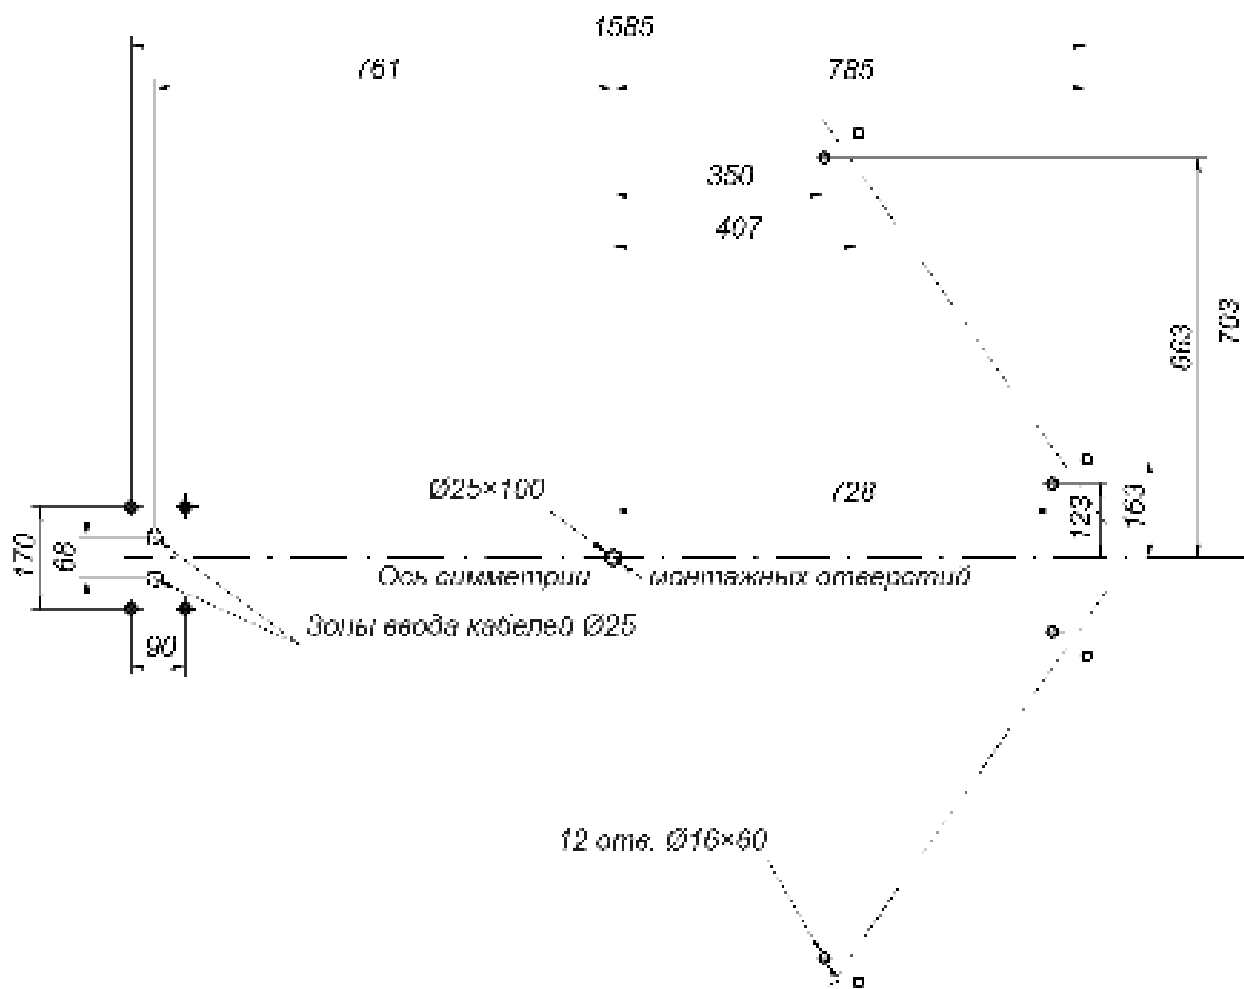
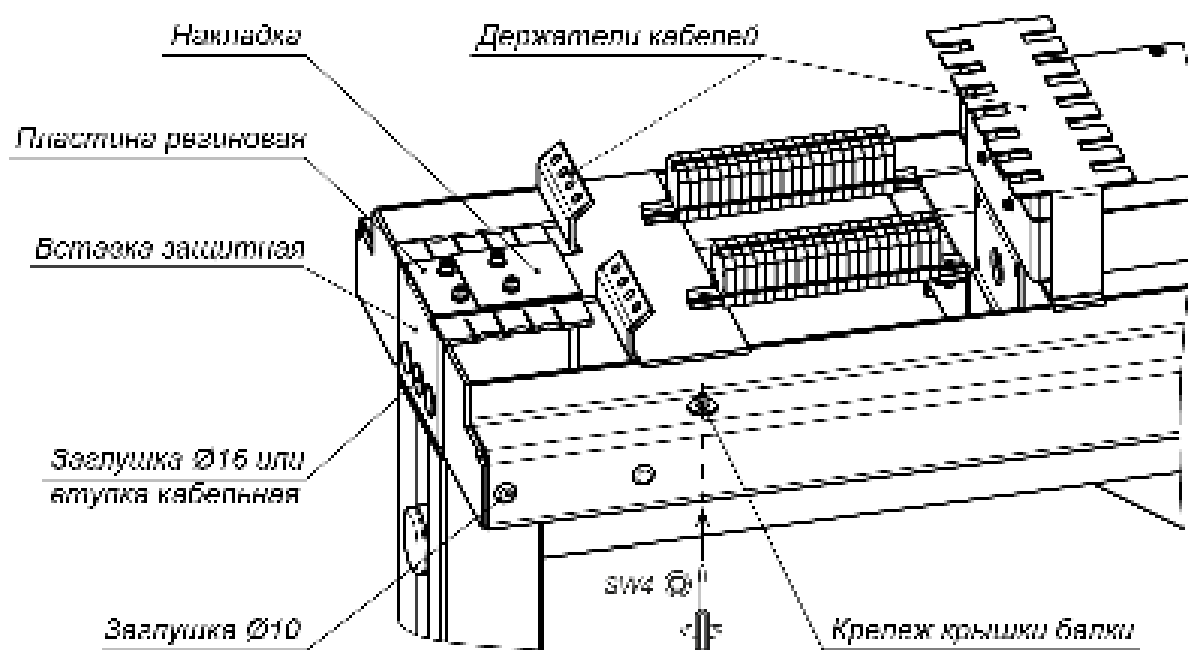
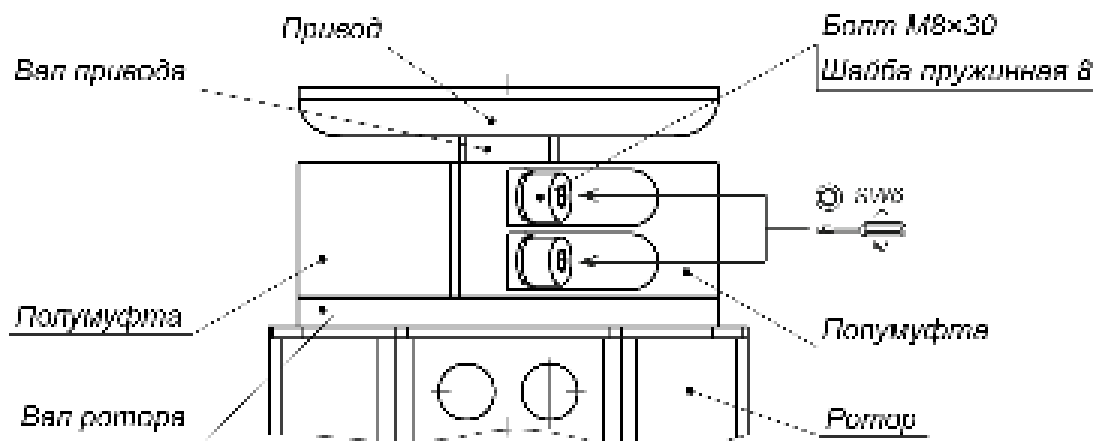

Рисунок 11. Схема разметки для монтажа турникета
Рисунок 17. Элементы балки привода
Рисунок 18. Муфтовое соединение (4) вала привода исполнительного механизма с валом ротора (1)
Также на внутренней поверхности крышки имеется наклейка со схемой подключений турникета и дополнительного оборудования, аналогичная приведенной на рис. 11.
- Закрепите балку привода на стойке с преграждающими планками (5) двумя болтами M10×25, ключ SW8 (см. рис. 17) (для более удобного доступа к отверстиям можно предварительно снять накладку, резиновую пластину и вставку защитную, открутив четыре винта M4×16, ключ SW3, см. рис. 18).
22. Произведите подключение к контактам DIN-рейки в соответствии со схемой подключения турникета и дополнительного оборудования (см. рис. 11):
- кабелей индикации (12);
- кабеля питания турникета (13);
- кабеля ПДУ (15) или устройства РУ;
- кабеля устройства *Fire Alarm* (14) (в случае отсутствия устройства *Fire Alarm* убедитесь в наличии перемычки «*Fire Alarm*»);
23. Проверьте правильность и надежность электрических соединений в соответствии со схемой подключения турникета и дополнительного оборудования (см. рис. 11).
26. Установите крышку (9) на балку привода (8):
- Вкрутите четыре невыпадающих винта М5 (ключ SW4), фиксирующие крышку балки (см. рис. 18).